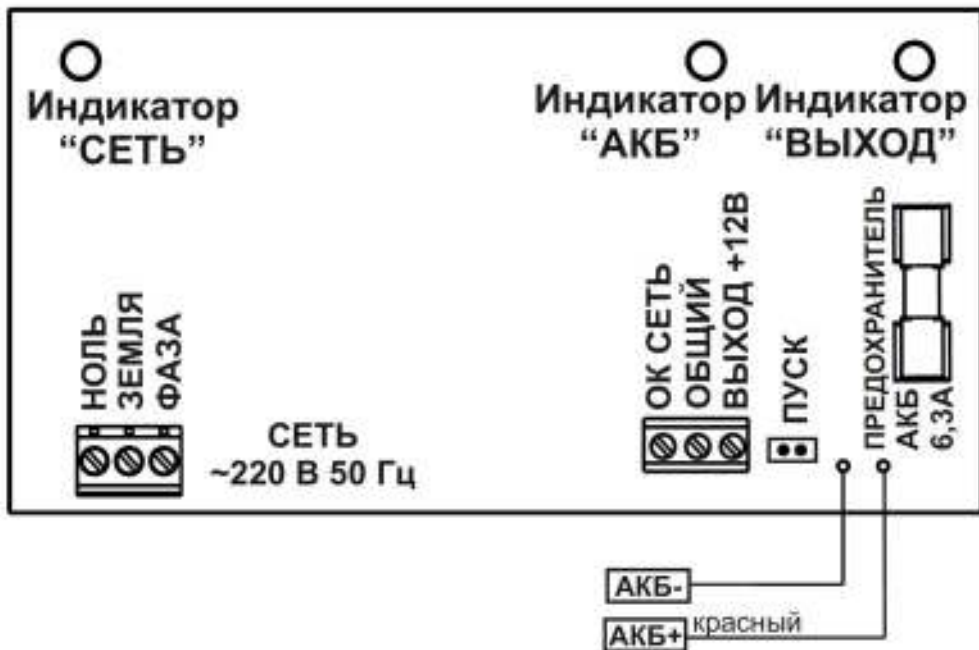

Рисунок 1 – общий вид платы источника
- возможность восстановления работоспособности источника при отсутствии напряжения питающей сети и подключении исправной и заряженной АКБ («холодный пуск») путем кратковременного замыкания контактов разъема «ПУСК» (см. рисунок 1).
Источник представляет собой стабилизированный источник питания, размещенный в корпусе с крышкой. При открытой крышке (см. рисунок 1) осуществляется доступ к клеммам для подключения АКБ и печатной плате с установленными на ней клеммными колодками, светодиодными индикаторами и предохранителем. В нижней части корпуса источника размещается АКБ.
Нагрузка подключается к клеммам «ВЫХОД +12В» и «ОБЩИЙ» (см. рисунок 1) Подключение нагрузки следует производить в соответствии с полярностью (см. рисунок 1).
Для полного выключения источника после отключения напряжения сети следует отсоединить клемму «АКБ+» (см. рисунок 1) от АКБ.
В отсутствии сетевого напряжения дальнейшая работа источника возможна только после замены разряженной АКБ на исправную, заряженную АКБ. Включение выходного напряжения источника при этом осуществляется путем кратковременного замыканием контактов разъема «ПУСК» (см. рисунок 1).
Подключение источника производится при отключенном сетевом напряжении и открытой крышке (см. рисунок 1) в следующей последовательности:
- Кратковременно замкнуть контакты разъема «ПУСК» (см. рисунок 1).